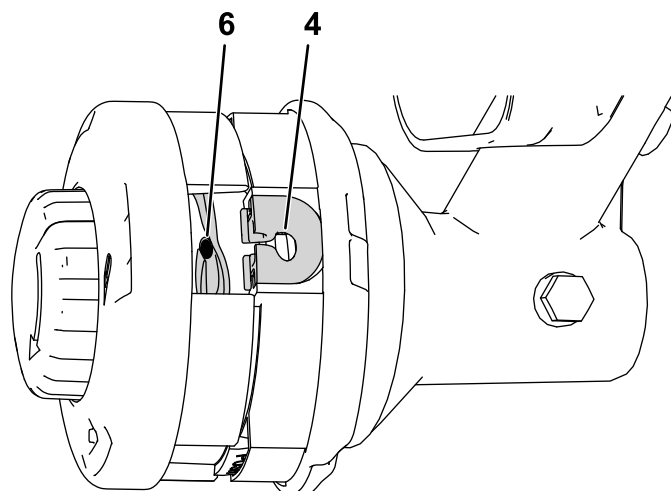

Figura 12
4. Pulse y gire el pomo del cabezal hasta que la flecha del pomo esté alineada con la flecha del cabezal (Figura 12).